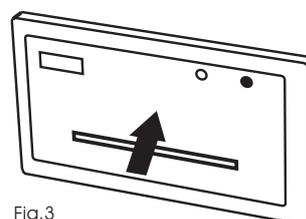

Fig.3
- a▶Empurre a parte central da impressora para dentro (Fig. 3).